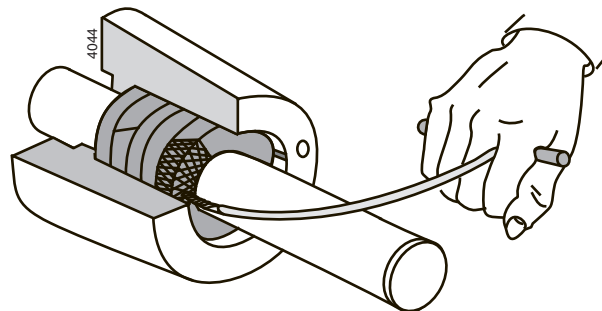

Рисунок 11: Извлечение уплотнительных колец из корпуса сальника.
- 3 Извлеките набивочные кольца (0140) из корпуса сальника. Для этого воспользуйтесь специальным съемником, см. рисунок 11.